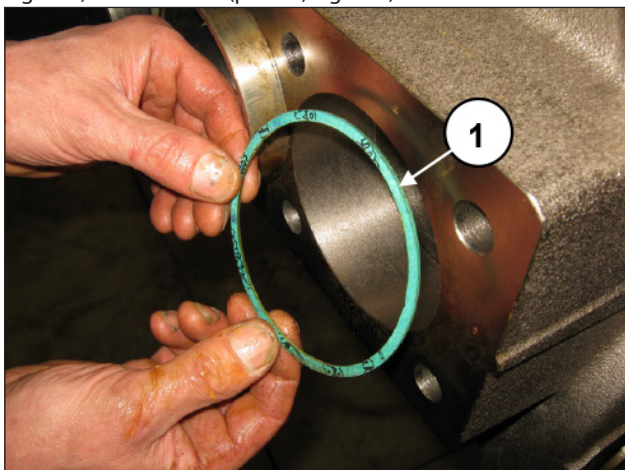
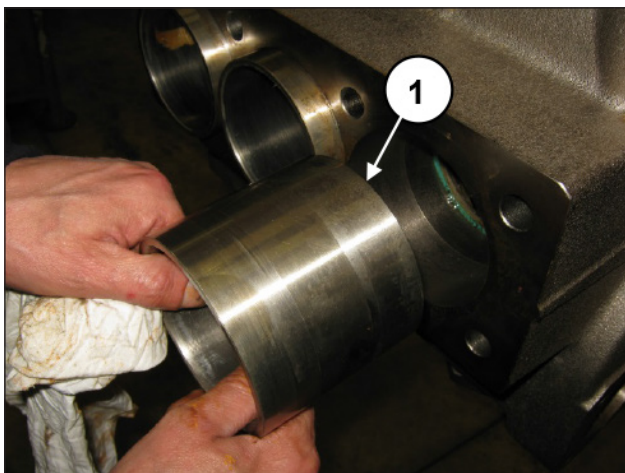

Fig. 135
Fig. 136
Insira no assento do cilindro, no cabeçote, as juntas (pos. ①, Fig. 135) e os cilindros (pos. ①, Fig. 136).